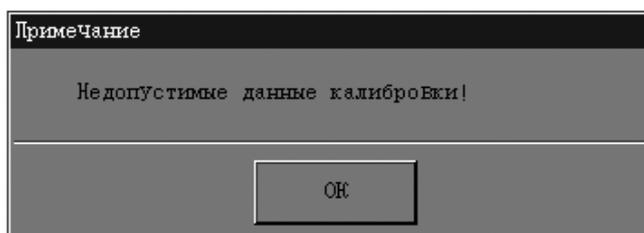

Рисунок 9-10 Диалоговое окно недопустимых результатов калибровки
- Если получены нечисловые значения параметра ("****"), отображается диалоговое окно «Недопустимые данные калибровки!» (Рисунок 9-10).